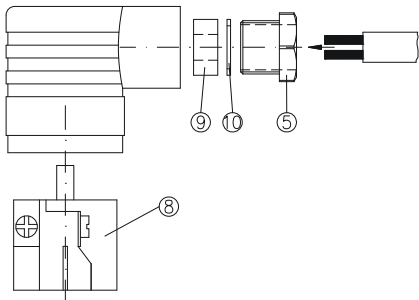

Fig. 10
- Introduire le câble de branchement par le passe-câble à vis ⑤, la bague de serrage ⑩ et la pièce en caoutchouc ⑨ dans la boîte de raccordement ② (→ Fig. 10).